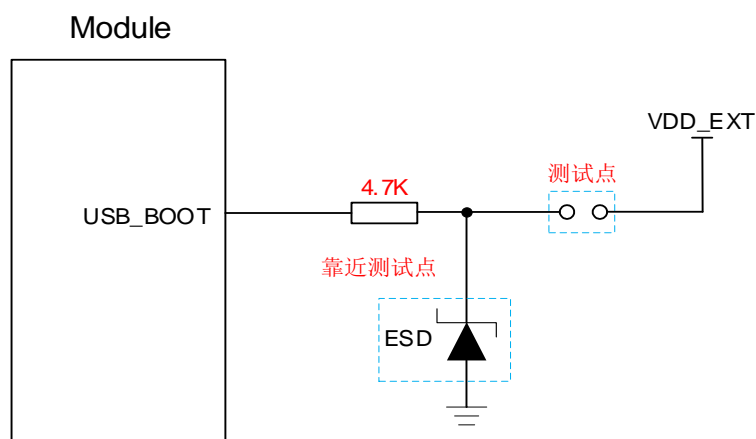

图 25: USB_BOOT 接口参考设计电路
2. 使用 MCU 控制模块进入强制下载模式时按照如上时序图进行控制，在给模块 VBAT 上电前不建议上拉 USB_BOOT 到 1.8 V；手动强制下载方式直接短接图25所示测试点即可。